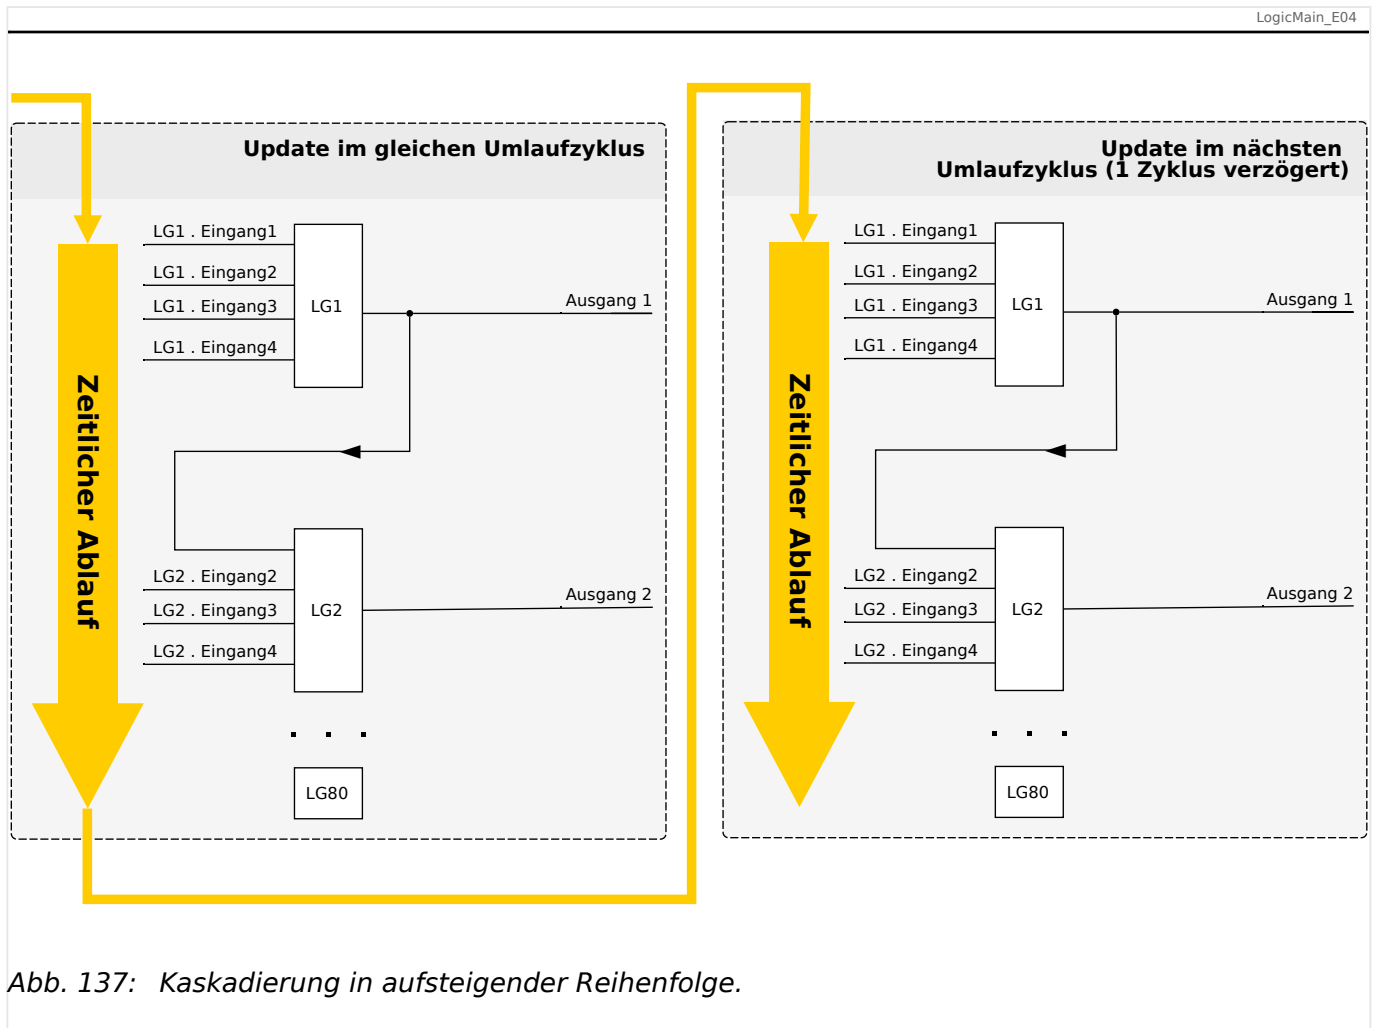
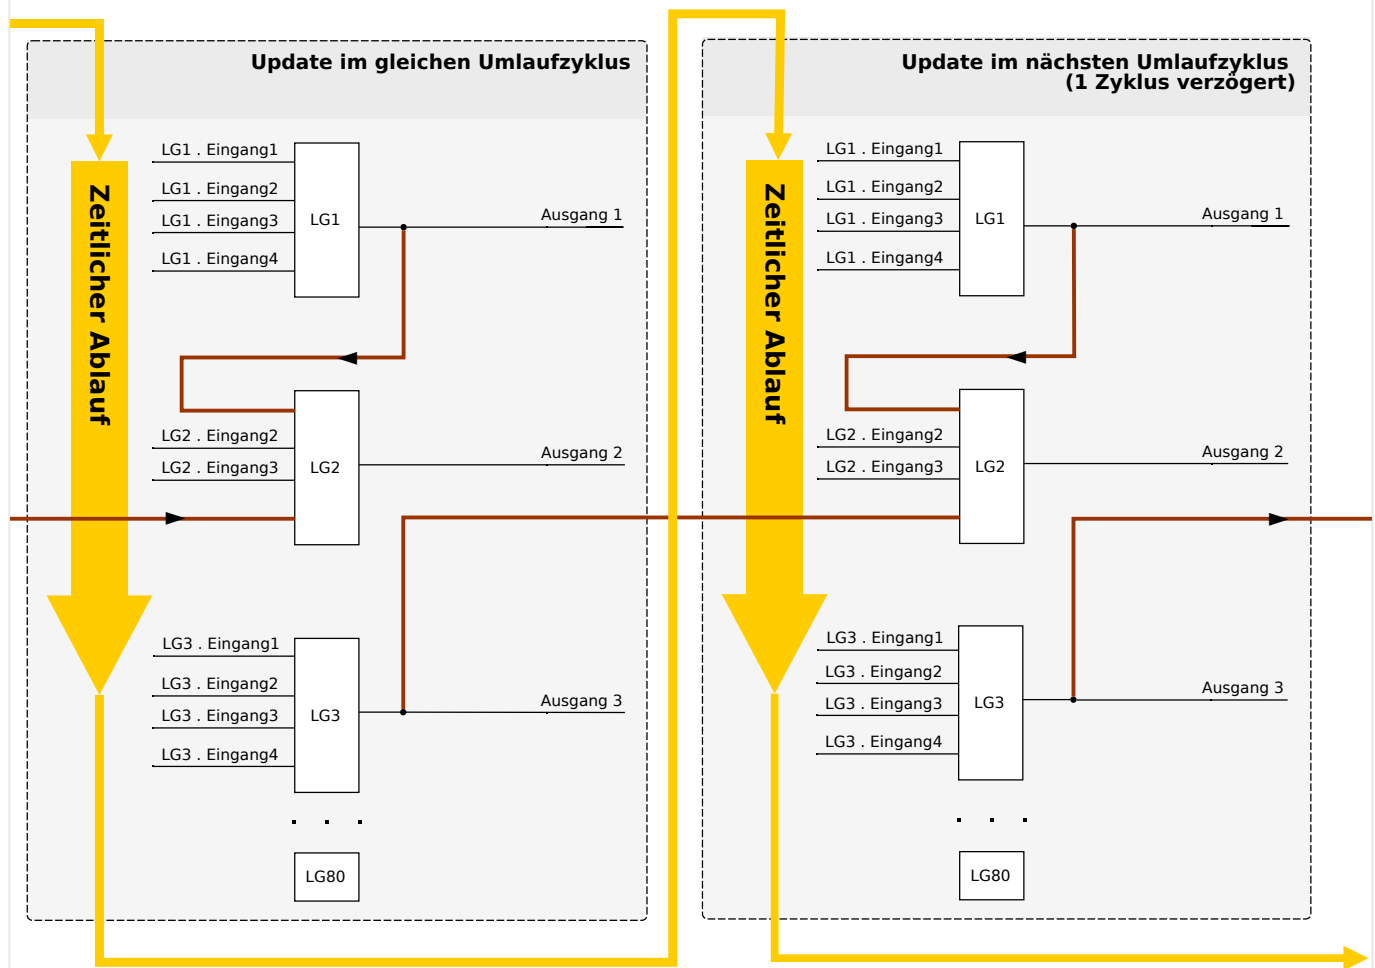

Abb. 137: Kaskadierung in aufsteigender Reihenfolge.
Abb. 138: Kaskadierung in absteigender Reihenfolge.
- Kaskadierung in **aufsteigender** Reihenfolge bedeutet, dass der Ausgang einer Logikgleichung auf den Eingang einer Logikgleichung mit **höherer** Nummer rangiert wird. Das Diagramm  **Abb. 137** weiter unten zeigt ein Beispiel, bei dem der Ausgang von LG1 auf einen Eingang von LG2 rangiert wird.
- Kaskadierung in **absteigender** Reihenfolge bedeutet, dass der Ausgang einer Logikgleichung auf den Eingang einer Logikgleichung mit **niedrigerer** Nummer rangiert wird. Das Diagramm  **Abb. 138** zeigt ein Beispiel, bei dem der Ausgang von LG3 auf einen Eingang von LG2 rangiert wird.
Bei der Konfiguration des Schutzgerätes bestehen keinerlei Einschränkungen oder Unterschiede zwischen aufsteigender und absteigender Reihenfolge. Da allerdings während der Laufzeit des MCDTV4 die Logikgleichungen in aufsteigender Reihenfolge ausgewertet werden, haben die resultierenden Ausgangswerte, die am Eingang der Logikgleichung anstehen, ein unterschiedliches „Alter“, wie in  **Abb. 137** und  **Abb. 138** veranschaulicht wird.
Das in  Abb. 138 gezeigte Beispiel zeigt eine Konfiguration von „Logikgleichung 2“, die den Ausgang von zwei weiteren Logikgleichungen, „Logikgleichung 1“ und „Logikgleichung 3“, als Eingangszustände verwendet. Hierbei ist der Ausgang von „Logikgleichung 1“ in aufsteigender Reihenfolge verwendet, sodass der Wert in jeweils demselben Prozesszyklus ermittelt wird. Der Ausgang von „Logikgleichung 3“ wird in absteigender Reihenfolge verwendet, sodass der Wert in dem jeweils vorherigen Prozesszyklus ermittelt wurde.